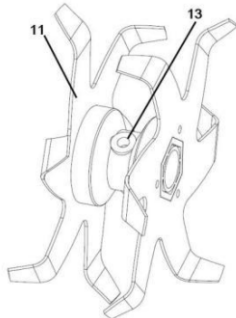

Abb. 1
1. Entfernen Sie die Sechskantschraube 13 mit einem Sechskantschlüssel von der Klingenkompone 11. (Abb. 1)